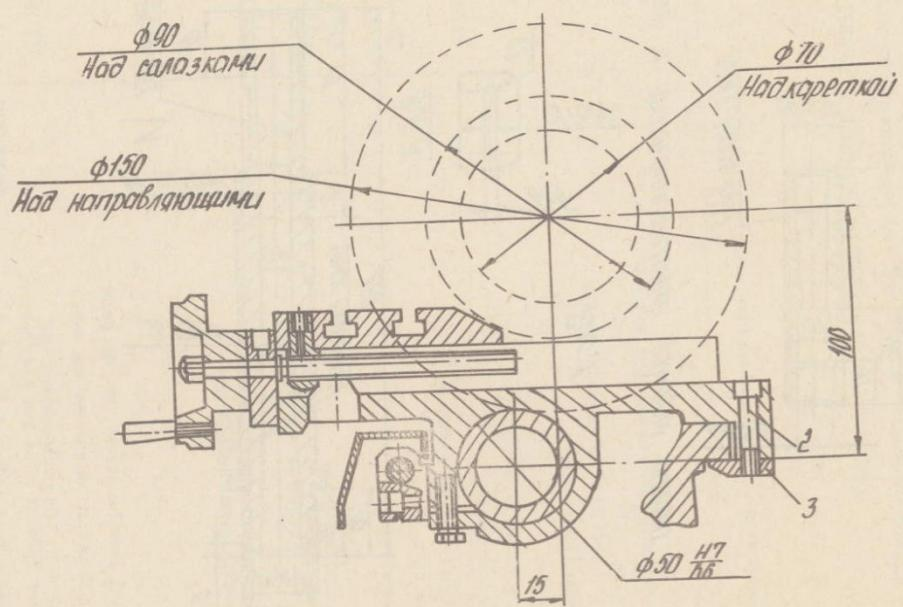

Рис. 5
- 5.1.1. Станок поставляется в токарно-револьверном исполнении (рис. 5) и в этом виде состоит из следующих узлов: привод 1, шиндельная бабка 2, электродвигатель 3, суппорт 4, станина 5, револьверная головка 6, коробка электрооборудования 7.